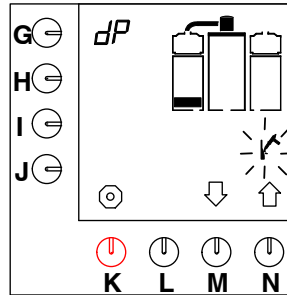

Fig. 17 Kaffebryggerens første niveau af afkalkningsprogrammet
- Den første niveausøjle vises i displayet, og hammersymbolet blinker (fig. 17).